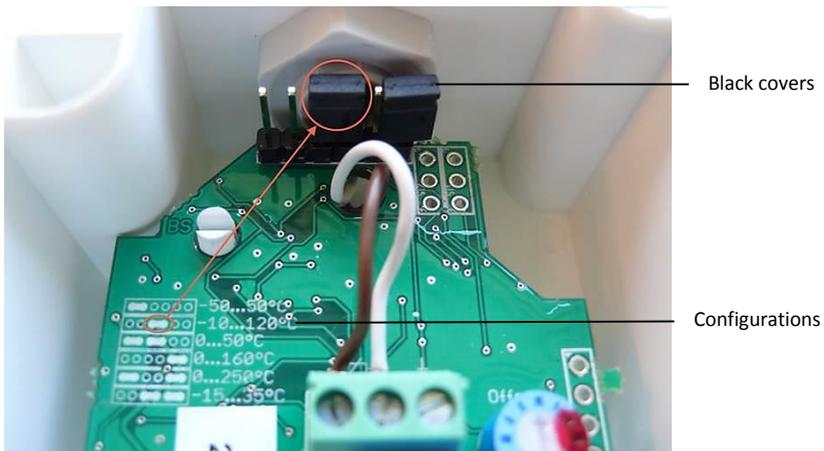

Abbildung 20: Konfiguration Kontakte
- Vergewissern Sie sich, dass die Kontakte für -10 bis 120 °C konfiguriert sind. Verschieben Sie die schwarzen Abdeckungen ggf. entsprechend der benötigten Konfiguration wie gezeigt in Abbildung 20! **Reference source not found.**